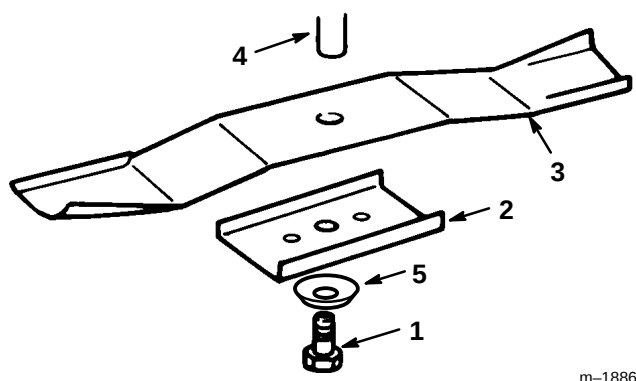

Abbildung 33
3. Schraube (16 mm (5/8") -Schlüssel), Spannscheibe, Halter und Schnittmesser entfernen (Abb. 33). Zwischen Schnittmesser und Mähwerk kann ein Holzklötz gekeilt werden, um das Schnittmesser beim Entfernen der Schraube zu blockieren.
1. Schnittmesser, Schnittmesserhalter, Spannscheibe (Schalenseite zum Messer) und Schnittemesserschraube anbringen (Abb. 33).